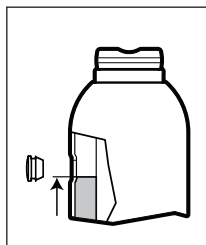
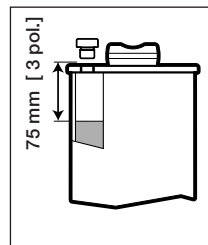

Fig. 6 - Nível de Óleo, todos os modelos exceto GBJ-100
Fig. 7 - Nível de Óleo, somente modelo GBJ-100
- Todos os modelos exceto GBJ-100: Abasteça até que o nível de óleo alcance a extremidade inferior do orifício de abastecimento de óleo. Ver Fig. 6.
- Somente modelo GBJ-100: Abasteça até que o nível de óleo esteja em torno de 3 pol. [75 mm] abaixo do orifício de abastecimento de óleo. Ver Fig. 7.
**CUIDADO: NÃO ENCHA DEMAIS!** Com a haste totalmente recolhida e o macaco na posição vertical, o nível de óleo não deve estar mais alto que o mostrado na Fig. 6 ou Fig. 7 (conforme aplicável para o seu modelo de macaco).